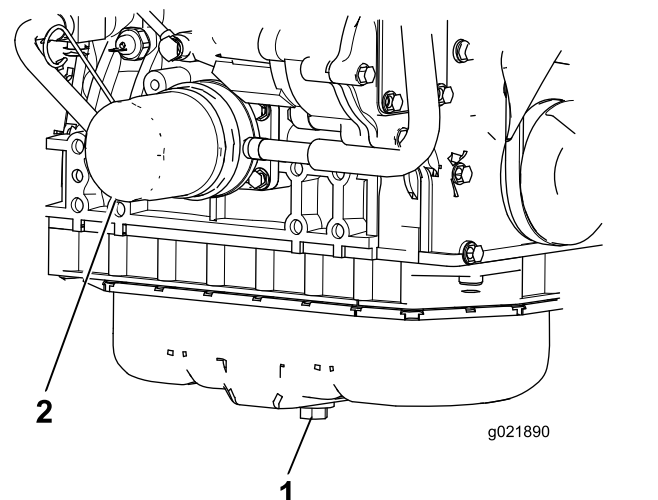

Bild 73
1. Entfernen Sie die Ablassschraube (Bild 73) und lassen Sie das Öl in die Auffangwanne ab. Schrauben Sie die Ablassschraube wieder ein, nachdem das Öl abgelaufen ist.
2. Entfernen Sie den Ölfilter (Bild 73). Ölen Sie die neue Dichtung am Ölfilter leicht mit frischem Öl ein, bevor Sie den Filter eindrehen. **Ziehen Sie nicht zu fest.**